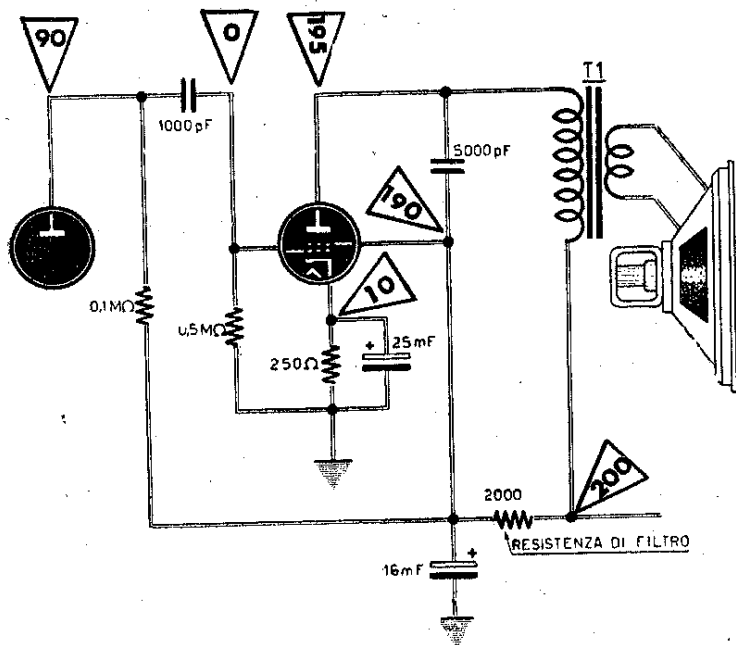

Fig. 34
**51** Tale condizione si determina soltanto nel caso la tensione da applicare alla placca venga prelevata prima della resistenza di filtro. Praticamente, per quanto riferentesi agli schemi rappresentati nelle figure 34 e 35, controlleremo anzitutto la resistenza di filtro, la quale dovrebbe risultare bruciata.